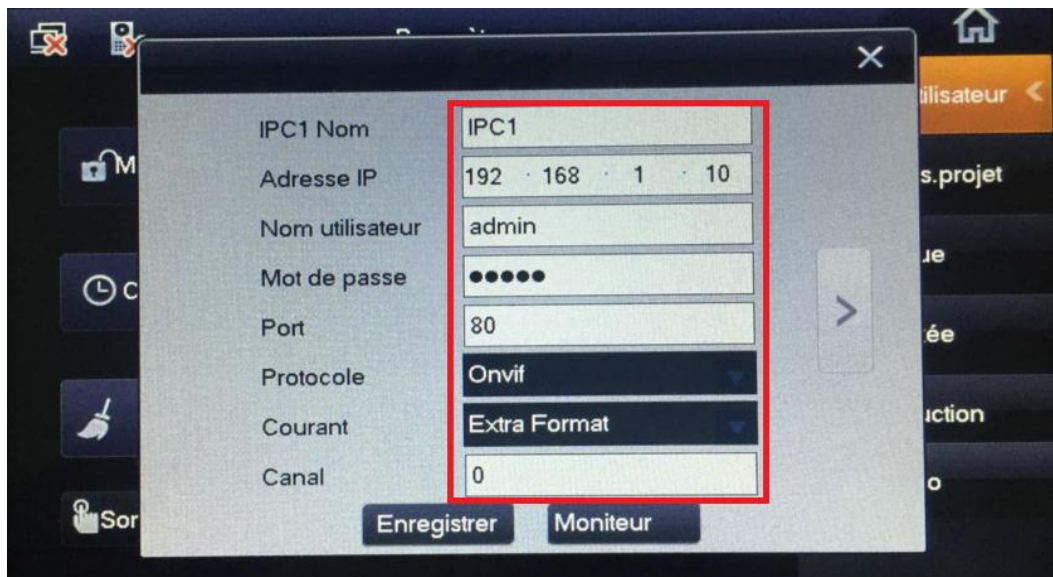

Figure 3-1
Sur le menu du VTH, à partir de Paramètres->IPC locale, saisissez le nom de la caméra réseau, l'adresse IP, le port (80), le protocole (ONVIF), puis cliquez sur le bouton Enregistrer. Le nom d'utilisateur et le mot de passe sont les informations de compte nécessaires pour vous connecter à la caméra réseau. Voir Figure 3-1.